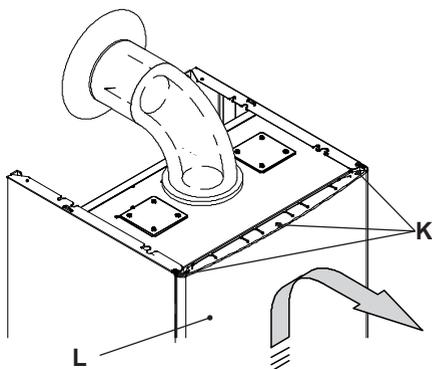

Fig. 5.15
- Togliere il pannello frontale della caldaia come illustrato. Togliere le viti K . Rimuovere il pannello frontale L spostandolo verso l'alto in modo da liberarlo dai ganci inferiori Fig. 5.15 .